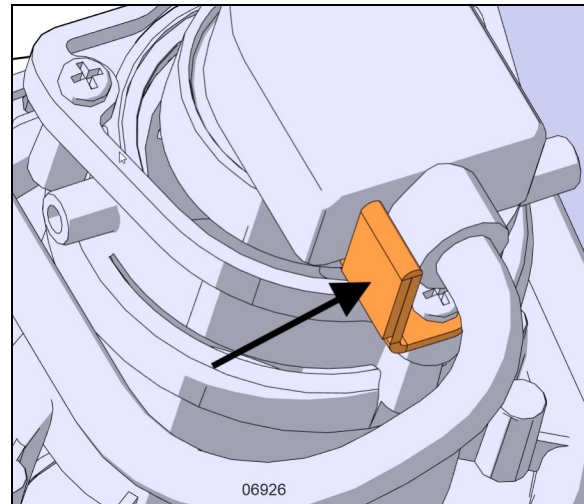

FIGURE 87: BUTÉE DU CONNECTEUR
5. Installez la nouvelle ampoule en inversant les étapes précédentes et assurez-vous que la butée du connecteur est en place (Figure 87). **Assurez-vous qu'il est correctement connecté.**